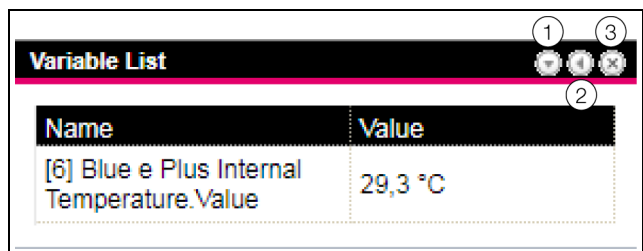

Abb. 41: Symbole in Darstellungen
- Klicken Sie in der Titelzeile einer Darstellung des Typs „Variable List“ auf das Symbol zum Anpassen einer Liste mit Variablen (Abb. 41, Pos. 2).